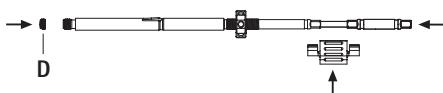

Afb. 11
- ▶ Schroef de spanmoer C op de binnenhuls, zie Afb. 11.